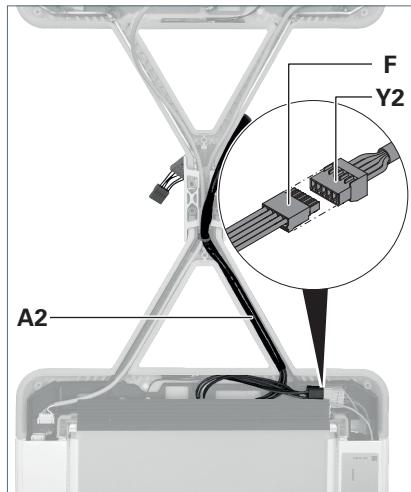

Fig. 13: Versorgungsleitung anschließen.
- ▶ Legen Sie die Versorgungsleitung **A2** des Litzensatzes in den Tragarm des Leuchtenkopfs 2, siehe Fig. 13.